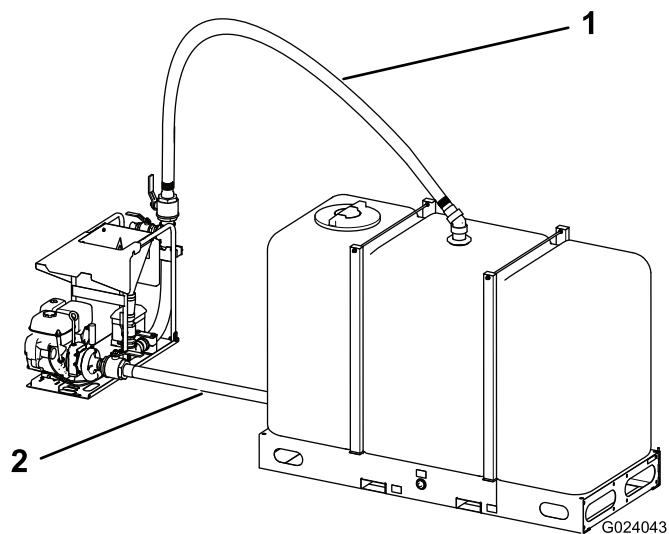
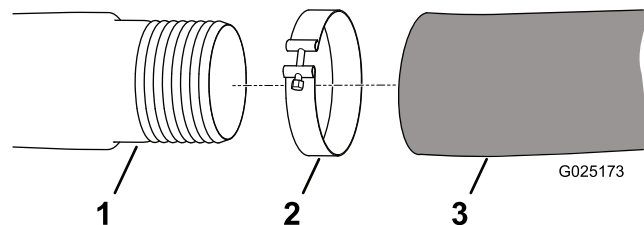
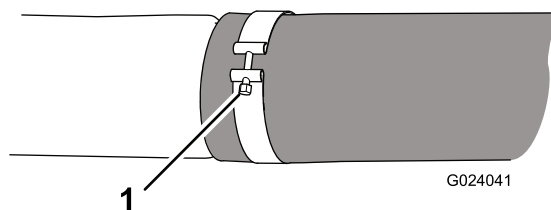

Рисунок 6
Рисунок 7
Рисунок 8
2. Используйте шланговый хомут (входит в комплект) для подсоединения свободного конца шланга ко входу насоса на смесителе, как показано на Рисунок 6, Рисунок 7 и Рисунок 8.
4. Используйте два шланговых хомута (входят в комплект) для подсоединения другого шланга к верхней части бака и верхней части смесителя, как показано на Рисунок 6, Рисунок 7 и Рисунок 8.